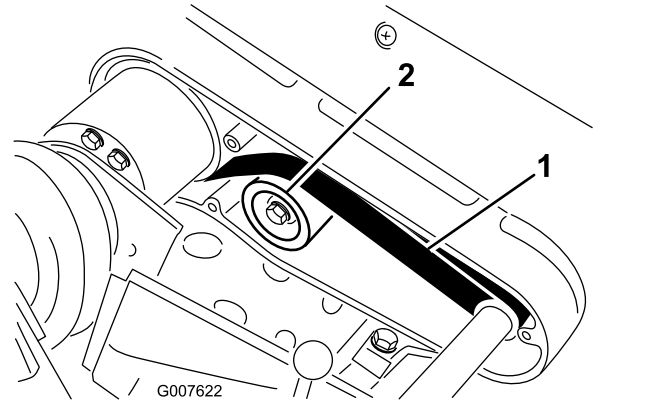

图45
- 使用 22~26N 的作用力按压两个皮带轮（图45）中间位置的皮带，检查皮带的张紧力。
- 松开怠轮皮带轮安装螺母，并紧贴着皮带背面顺时针旋转怠轮皮带轮，直至达到所需的皮带张紧力（图45）。